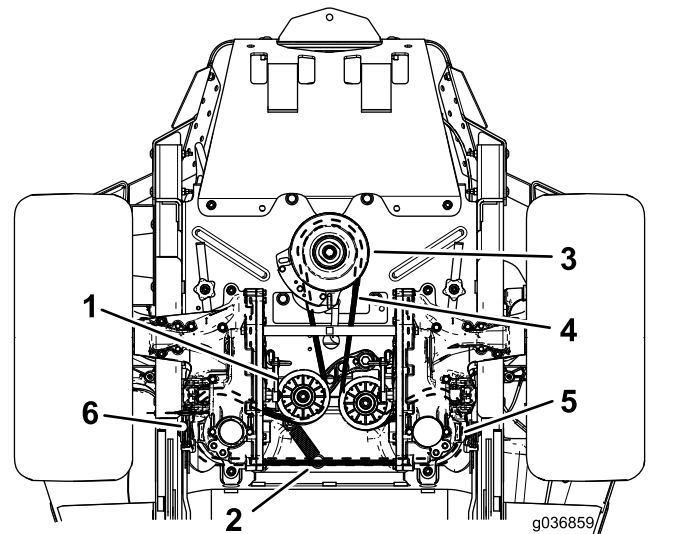

Рисунок 65
6. Зніміть пружину натяжного валу з місця посадки (Рисунок 65).
8. Встановіть новий ремень навколо шківа двигуна та 2 шківи гідралічного насоса (Рисунок 65).